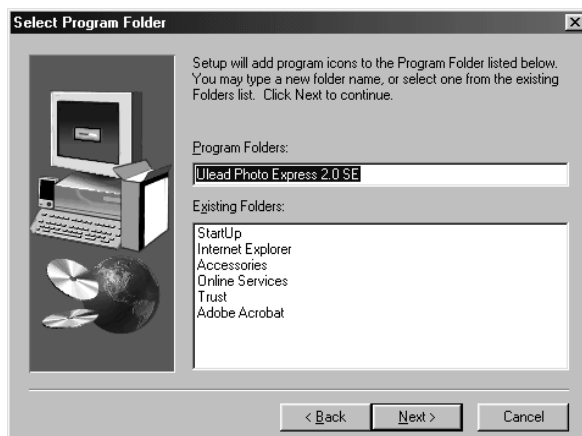

Figure 36 : installation de PhotoExpress 2.0
10. Cliquez sur 'Next' pour garder le dossier du programme standard (Figure 36).